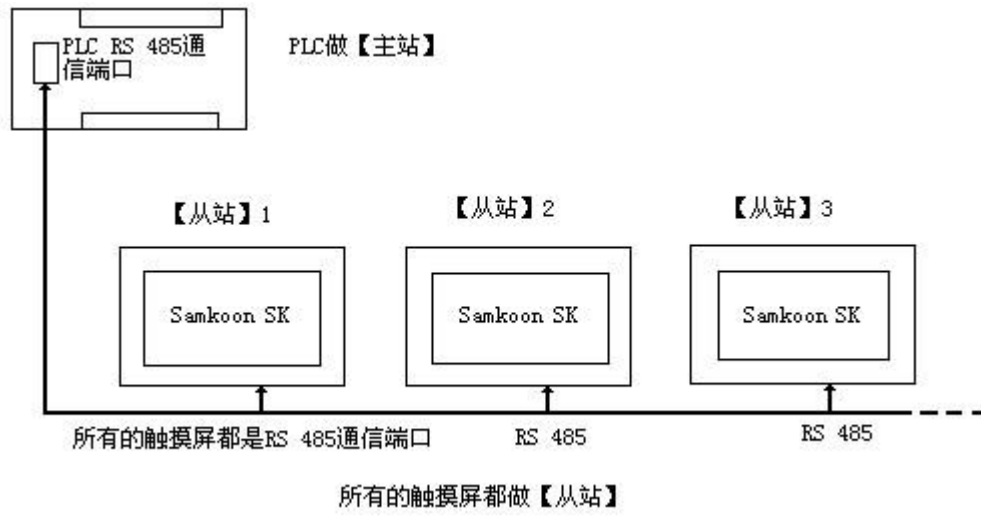

图 8-4 PLC(RS485)做【主站】的“一机多屏”连接示意图
2. 连接 PLC 的通信口为 RS485，连接方式如下图 8-4 所示：